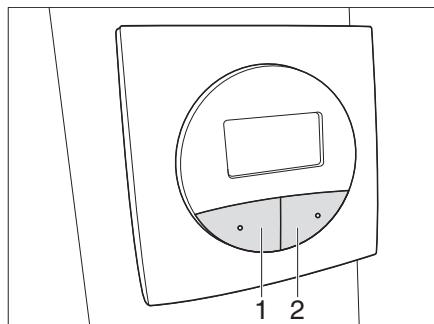

Fig. 45 Panel instalación de antena parabólica Teleco
- Pulsar la tecla SAT (Fig. 45,2) **dos veces**.
- Pulsar la tecla PARK (Fig. 45,1).